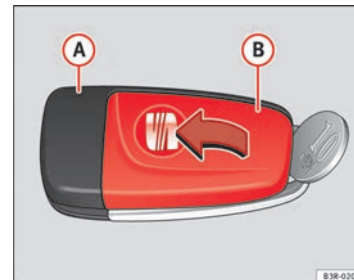

Abb. 69 Hauptschlüssel: Deckel öffnen
- Schlüsselteil ⇒ Abb. 69 (A) und Deckel (B) mit einer Münze **vorsichtig** auseinander hebeln.